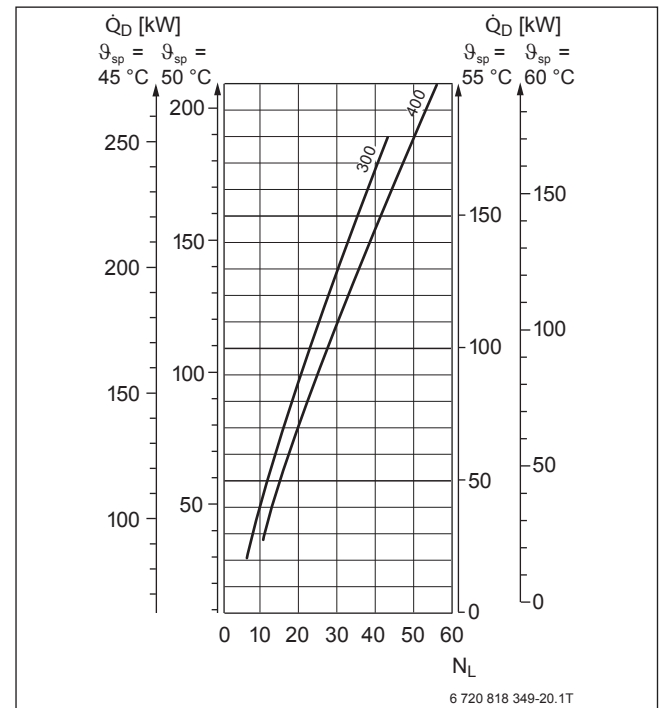

Bild 98 Speicherladesysteme Logalux SF300/5 und SF400/5 bei nicht durchlaufender Schichtladepumpe
- **Nicht durchlaufende** Schichtladepumpe → Bild 98, z. B. in Verbindung mit dem Regelgerät Logamatic 4126, 4117 oder Logamatic 4... mit Funktionsmodul FM445